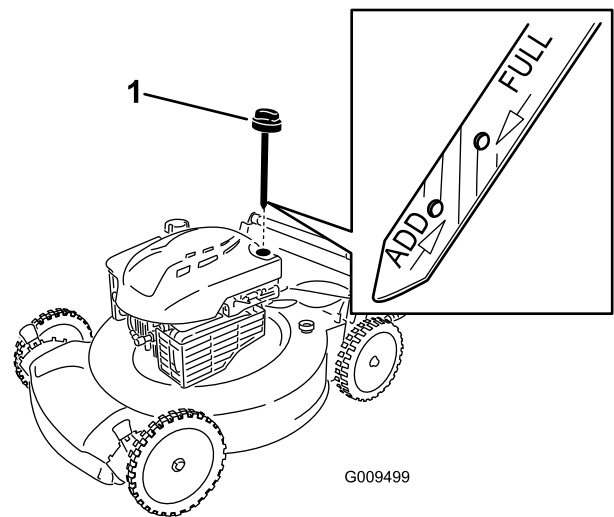

Bild 21
6. Nehmen Sie den Ölpeilstab aus dem Öleinfüllstutzen (Bild 21).